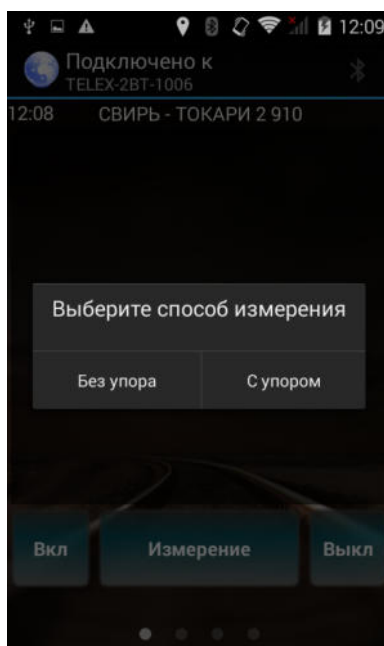

Рисунок 15. Способ измерения параметров контактного провода.
2.3.3.3 Нажать кнопку «**Измерение**» во вкладке «**Управление**» меню управления приложения. После появления меню, изображенного на Рис.15, в случае если на БИПКП упор установлен, нажать на кнопку «**С упором**», если упор не установлен нажать кнопку «**Без упора**». Дождаться появления на экране информации о количестве обнаруженных объектов.